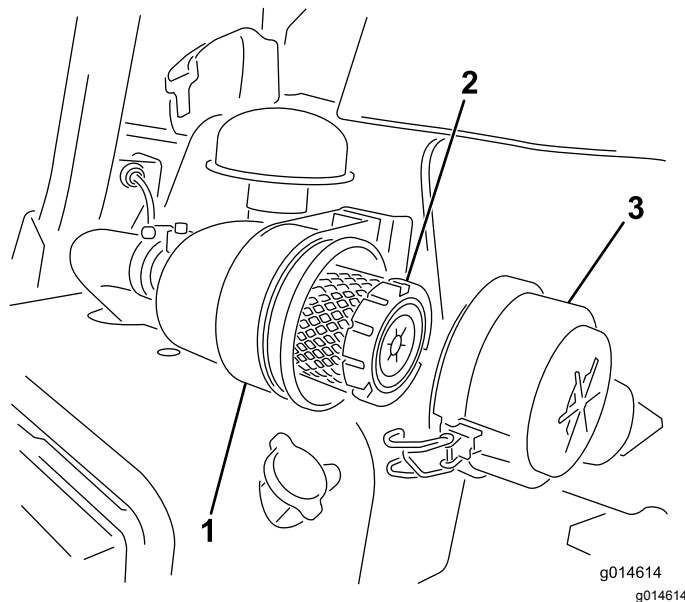

図 25
1. エアクリーナのカバーをボディーに固定しているラッチを外す 図 25。
- 7. ラッチをしっかりとは掛ける 図 25。